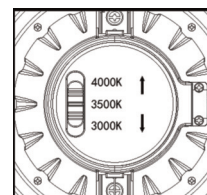

Fig. 4
- 5.) Mettre le sélecteur CCT de la partie supérieure de l'unité sur la température de couleur désirée (CCT). (**Figure 4**)
- 5.) Presser les deux pinces de tension afin de les mettre en position verticale et insérer la lampe dans le cadre. (**Figure 4**)